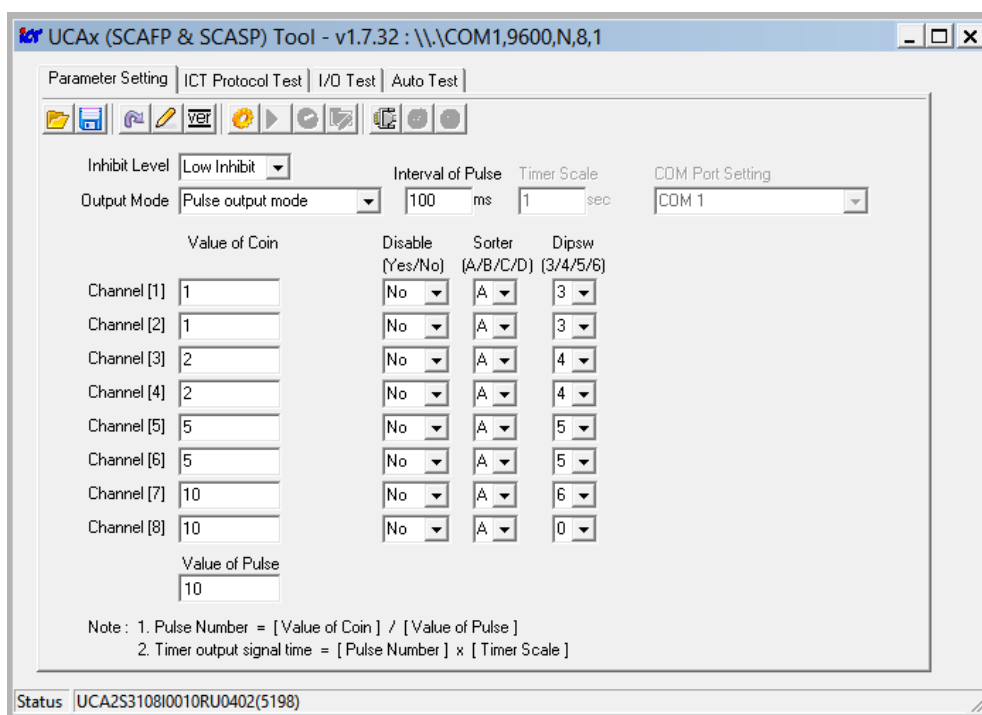

Рисунок 33. Внешний вид окна программы с установленными настройками (приведен пример конфигурации на прием суммы 10 рублей)
3. На ПК установите и запустите приложение для настройки параметров картоприемника «UCAx Tools». Внешний вид окна приложения показан на рис. 33, связь с монетоприемником устанавливается автоматически сразу после запуска приложения.
- нажмите кнопку  **Read current version from UCA1**, в строке **Status** будет показана текущая версия ПО – например, *UCA2S380110010(5198)* (см. рис. 33);
- в таблице в столбцах **Value of Coin**, **Disable**, **Sorter**, **Dipsw** установите для каналов монетоприемника (от 1-го до 8-го) номиналы монет и соответствующие им параметры, как показано на рис. 33.
5. В поле **Value of Pulse** введите сумму, которую необходимо внести пользователю для прохода (на рис. 33 показан пример суммы в 10 рублей).